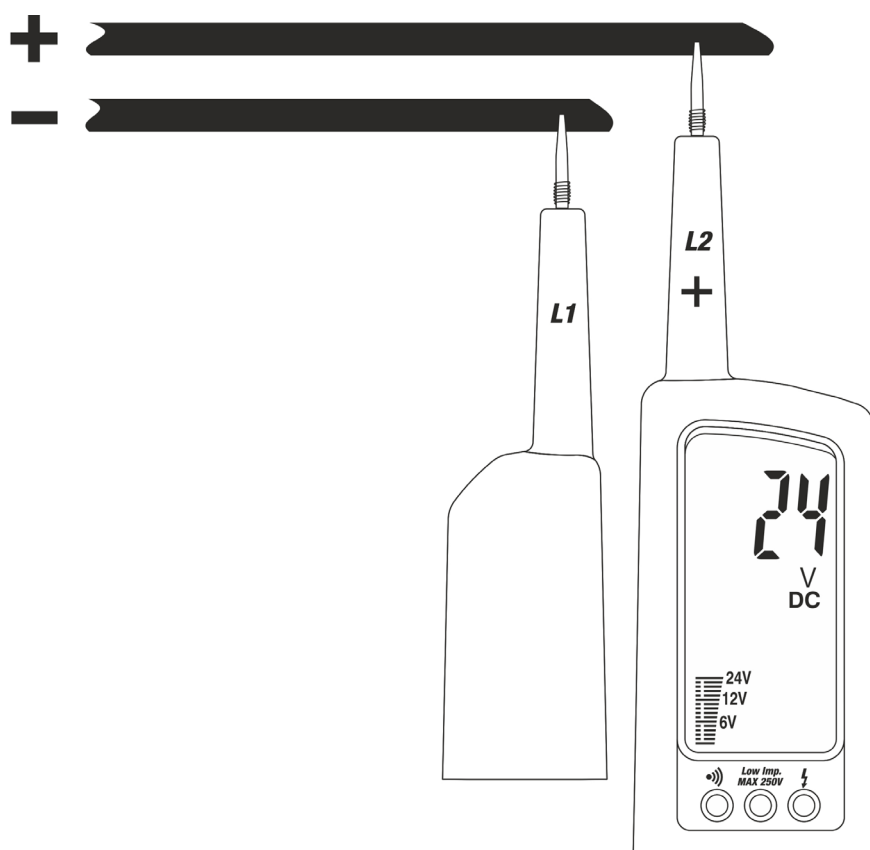

Fig. 2: Mesure de Tension CC
2. Connectez les sondes L1 et L2 à l'objet à tester (voir Fig. 2). La mesure est effectuée **uniquement lorsque les sondes sont en contact avec des conducteurs sous tension**